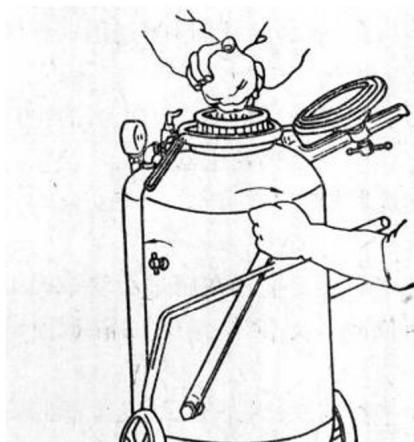

图 1-5
4) 当乙炔气压力不足需添加电石时，应先向上扳动移位调节杆11，将电石篮7提起，并打开溢水阀2，使发生器内剩余气体的压力降至零，然后再打开盖，加电石，如图1-5所示。